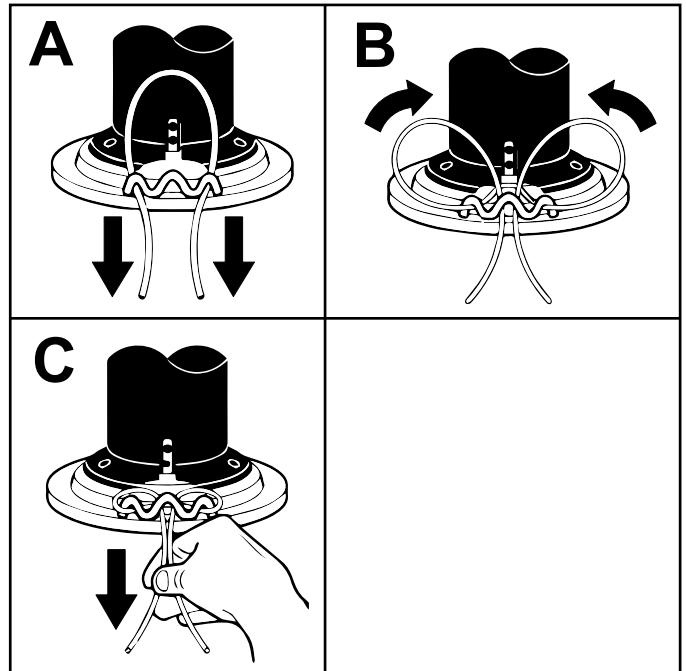

Figure 25
3. Passez le fil de recharge dans les trous extérieurs (Figure 25).